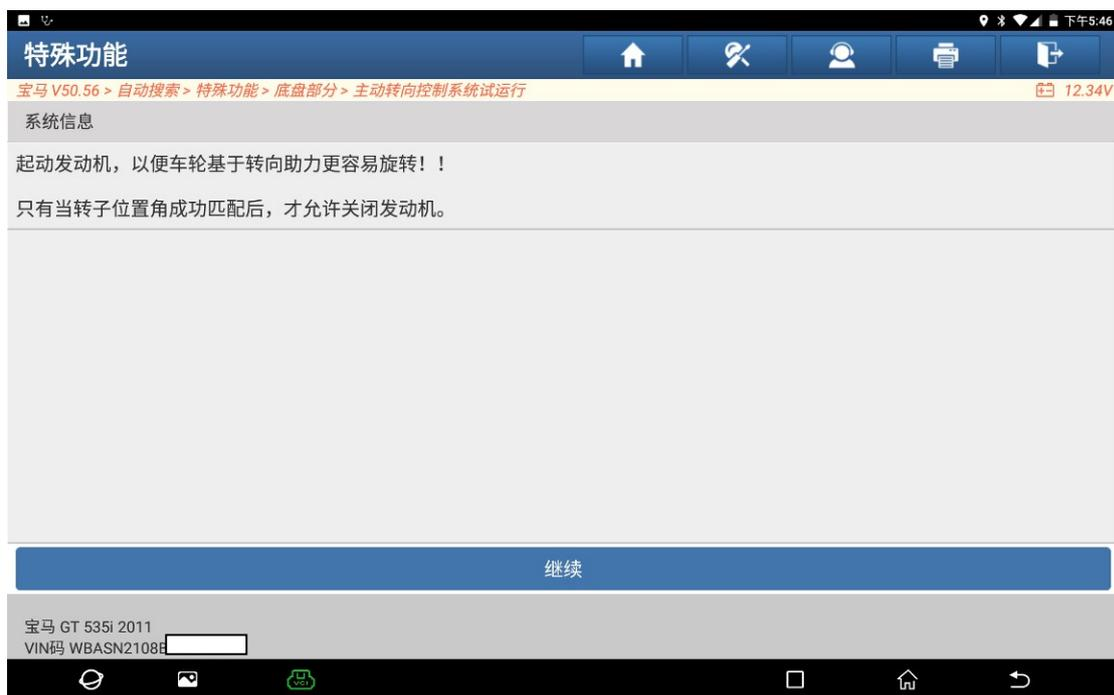

图 10
10. 启动发动机，以便车轮基于转向助力更容易旋转！，只有当转子位置成功匹配后，才允许关闭发动机。如图 10：